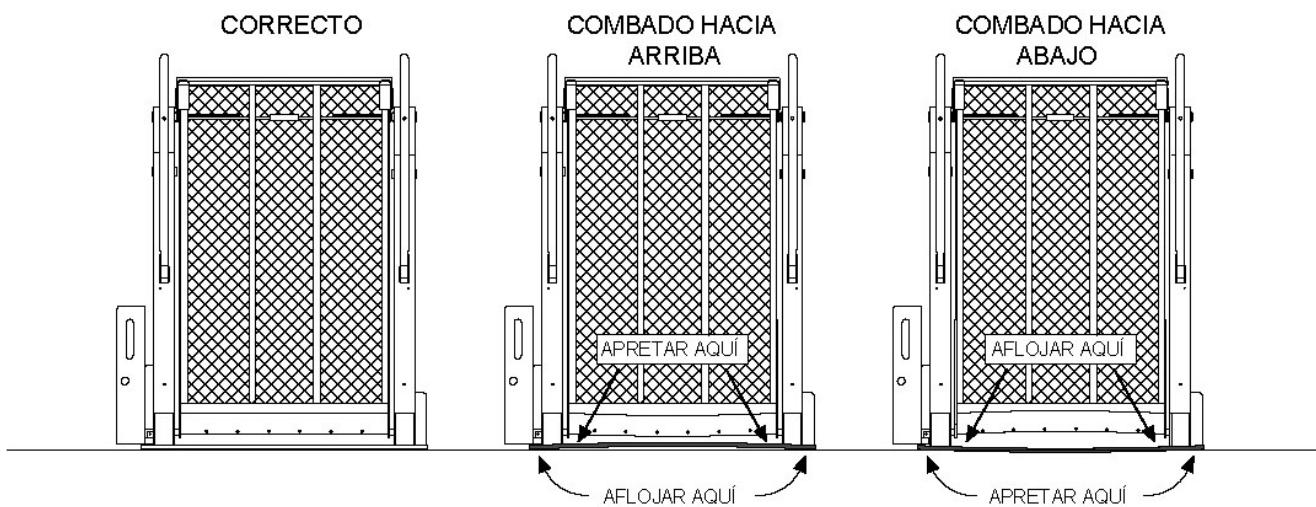

FIGURA 2-1: EJEMPLOS DE MONTAJE DEL ELEVADOR
- ♦ Consulte la **Figura 2-1**. Una secuencia de ajuste incorrecta o un par de apriete de los pernos erróneo puede provocar que la placa de base se tuerza o se combe y, por lo tanto, hacer que el elevador funcione de modo desigual.